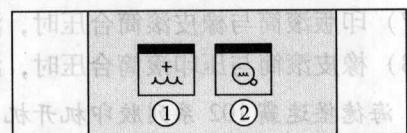

图 1-12 润版系统操作面板
润版系统操作面板如图 1-12 所示，各按键的功能与作用如下：①—清洗润版辊按键：防护罩打开时按下此键，水斗辊和计量辊以清洗速度转动；②—靠上润版辊按键：工作期间按下此键，可快速向印版供水。